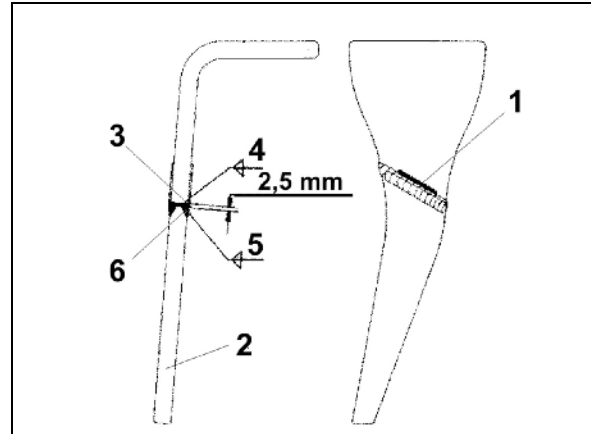

Fig. 55
2. Markierung (Fig. 55/1) zum Durchtrennen anbringen
3. Alten Bodenbearbeitungszinken an der Markierung (Fig. 55/1) durchtrennen
4. Anschweißspitze (Fig. 55/2) mit Wurzellagenschweißung (Fig. 55/3) am Zinkensstummel befestigen und Zinken abkühlen lassen
5. Nach der Decklagenschweißung (Fig. 55/6) ist der Zinken wieder einsatzfähig.